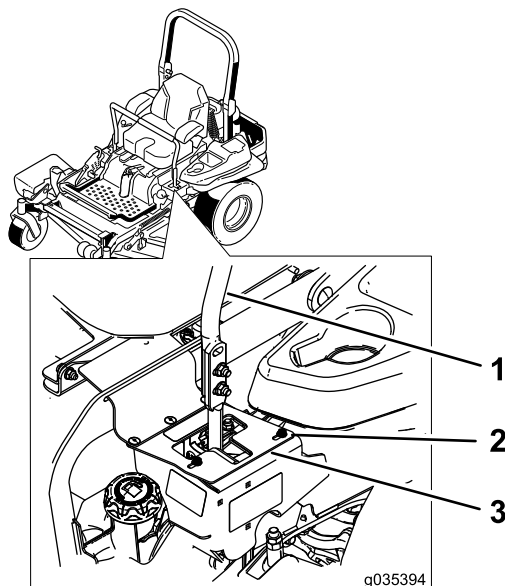

Figure 68
6. Si elle se déporte à droite, desserrez les boulons et reculez la plaque de butée gauche dans la fente en T gauche, jusqu'à ce que la machine se déplace en ligne droite (Figure 68).
7. Si elle se déporte à gauche, desserrez les boulons et reculez la plaque de butée droite dans la fente en T droite, jusqu'à ce que la machine se déplace en ligne droite (Figure 68).
8. Serrez les boulons de la plaque de butée (Figure 68).